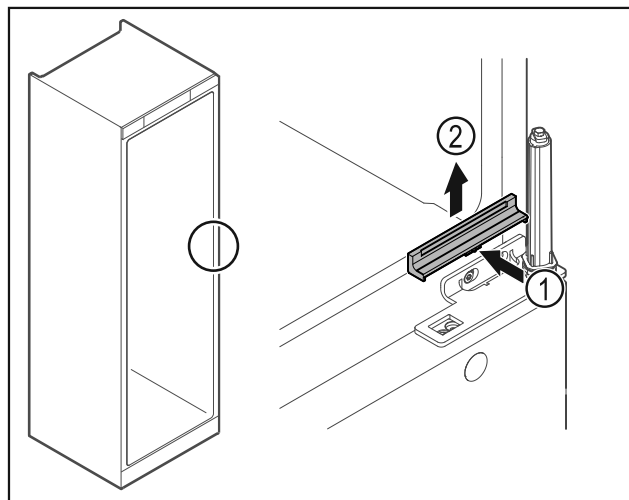

Fig. 31
- Afdekking Fig. 31 (1) in het midden iets indrukken en naar boven toe verwijderen Fig. 31 (2).